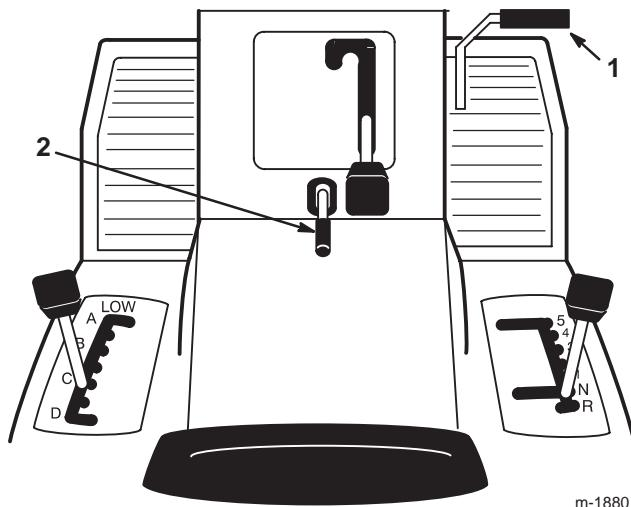

Figure 3
1. Appuyez sur la pédale de frein/embrayage (Fig. 3) et maintenez-la enfoncée.
2. Relevez le levier de frein de stationnement (Fig. 3) et relâchez progressivement la pédale d'embrayage/de frein.
1. Enfoncez la pédale d'embrayage/de frein (Fig. 3).